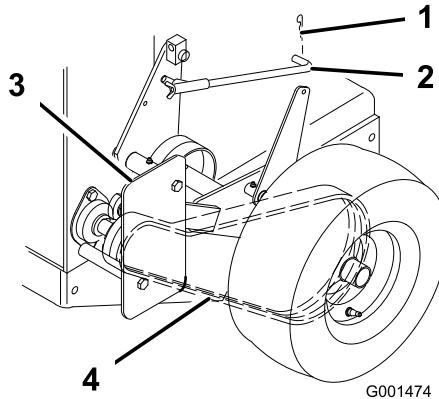

Figure 39
1. Enlevez la goupille fendue qui fixe la tige de frein au bras de frein pour détendre la poulie de tension de la courroie (Figure 39).
2. Enlevez les boulons inférieurs et desserrez les boulons supérieurs du déflecteur pour le faire pivoter et accéder à la courroie (Figure 39).
3. Soulevez la courroie et faites-la passer au-delà de la poulie de tension pour l'enlever de la poulie de entraînement (Figure 39).
6. Fixez le déflecteur avec les boulons retirés précédemment, serrés au couple correct (Figure 39).
7. Fixez la tige de frein au bras de frein avec la goupille fendue (Figure 39).